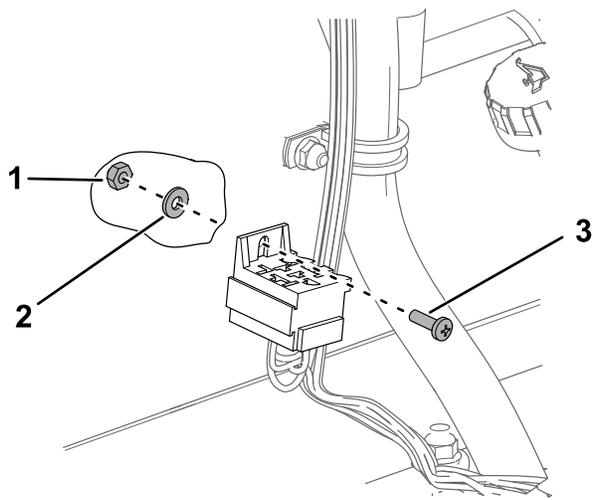

Figure 2
4. Retirez la vis, la rondelle et l'écrou qui fixent le connecteur à la tour (Figure 2).
4. Fixez le connecteur sur la tour au moyen de la vis, la rondelle et l'écrou retirés précédemment (Figure 2).